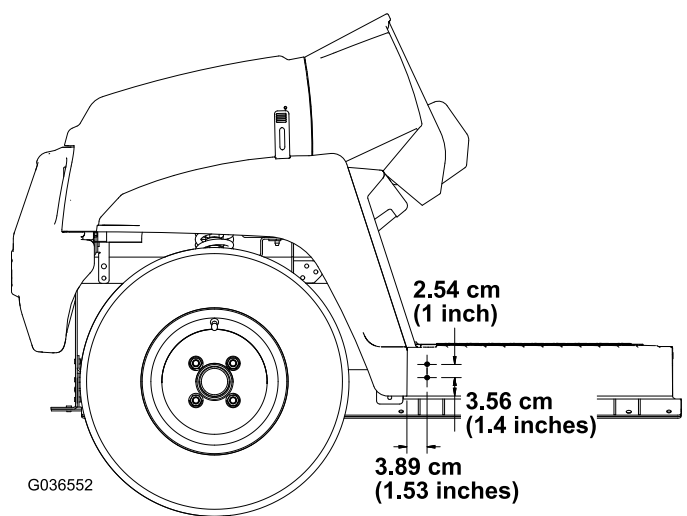

Figura 3
2. Utilizando as dimensões indicadas na Figura 3, faça 2 furos ($\frac{5}{16}$ pol.) no exterior da placa do piso nos lados esquerdo e direito da máquina.